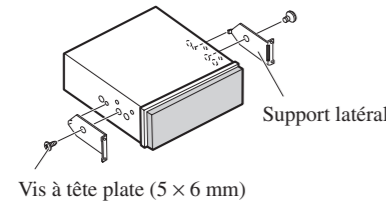

Fig. 7
2. Installez les supports latéraux. (Fig. 7)